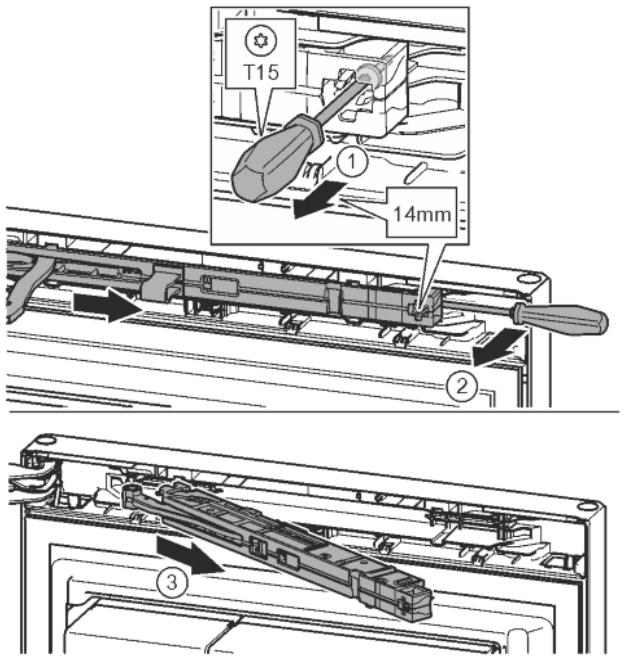

Fig. 12
- Ослабить винт на узле амортизатора с помощью отвертки T15 примерно на 14 мм. Fig. 12 (1)
► Отверткой со стороны ручки переместиться за узел амортизатора и повернуть вперед. Fig. 12 (2)
► Извлечь узел амортизатора. Fig. 12 (3)